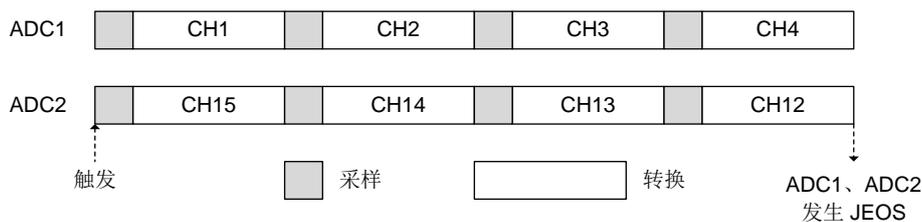

图 14-58 4 个通道的同步插入模式: 双重 `ADC` 模式
- ◇ 如果 `ADC1` 插入序列的区间时间等于 `ADC2` 插入序列的区间时间(例如图 14-58)，则软件可以使用其中一个 `JEOS` 中断，读取两个转换的数据。